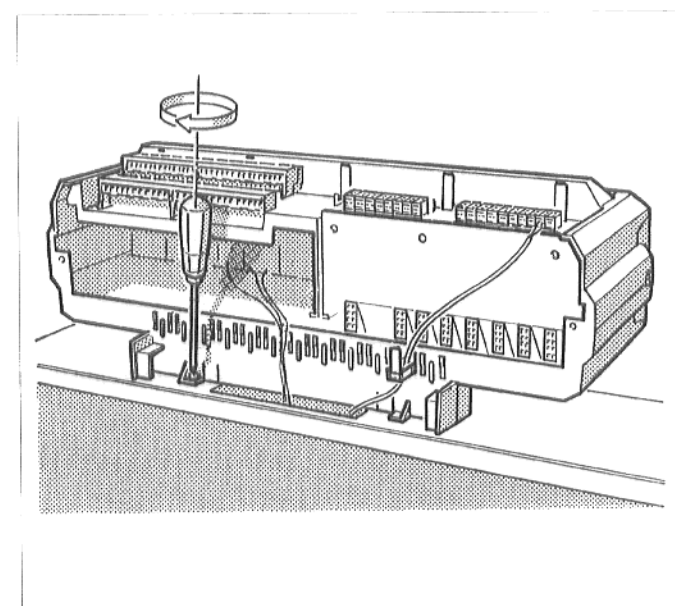

Abb. 16: Regelgerät festschrauben
- Regelgerät mit zwei Schrauben in den hinteren Ecken des Kabeldurchgangs auf der Kesselhaube festschrauben (Abb. 16).